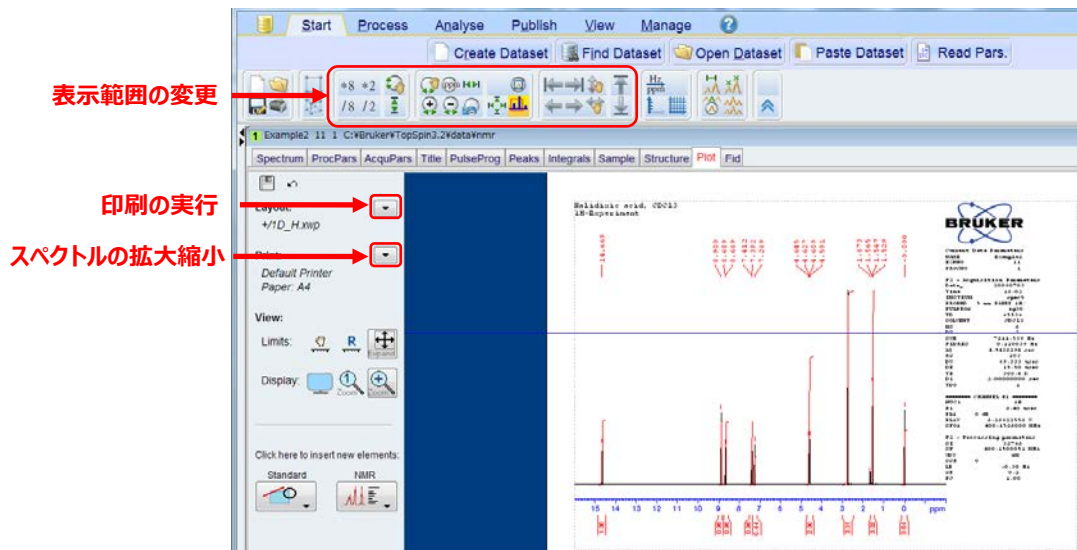

図 32. Plot editor 画面.
- ①  **Publish** タブをクリックして、データ処理用にフローインターフェイスを切り替えます。
- ② 図 32) 。